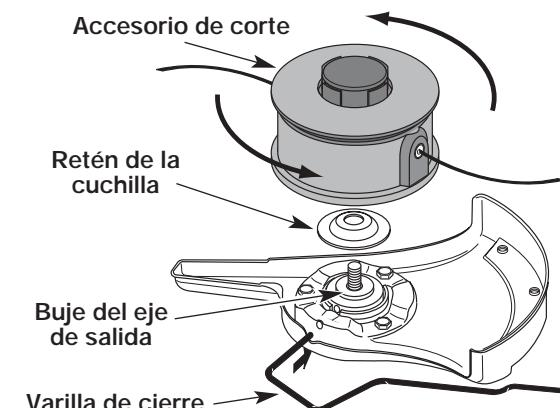

Fig. 15
- Alinee el orificio del buje del eje con la ranura de la varilla de cierre e inserte la varilla de cierre en el orificio del buje del eje (Fig. 8). Coloque el retén de la cuchilla en el eje de salida con la superficie plana contra el buje del eje de salida según se ilustra en la Fig. 15. Enrosque el accesorio de corte en sentido antihorario en el eje de salida. Ajuste bien.